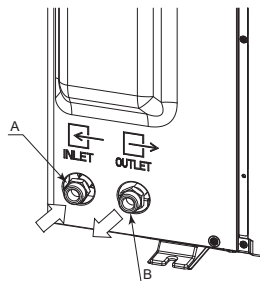

Fig. 6-1
6.1. Collegamento delle tubazioni dell'acqua (Fig. 6-1)
- La Fig. 6-1 indica la posizione dei tubi interni ed esterni.
[Fig. 6-1]